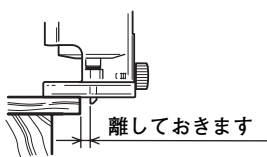

図 8
- (1) スイッチを入れるときは、ビットを材料から離し、本体をしっかり保持した状態で入れてください。(図8)